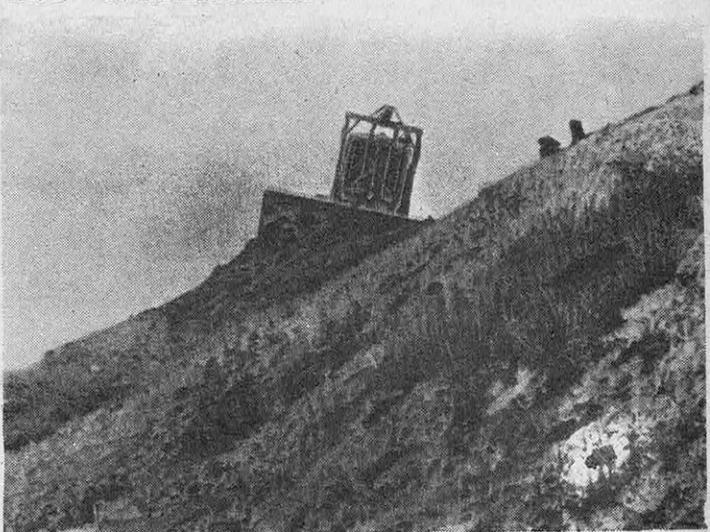

FIG. 7. — CONSTRUCTION D'UNE ROUTE A FLANC DE COTEAU
- établir, puis « régaler » la substructure d'une route, même à flanc de coteau (fig. 7), la niveler, la bétonner, la macadamiser, la goudronner ou l'empierrier ;